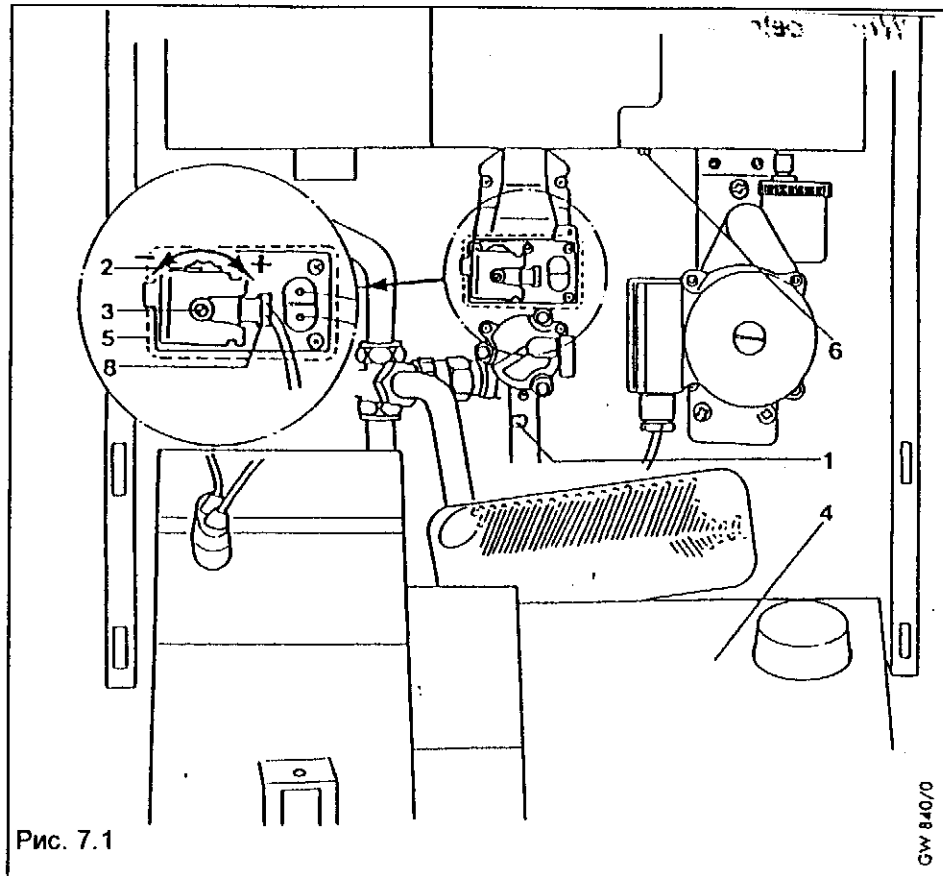

Рис. 7.1
- вывинтить уплотнительный винт в патрубке для измерения подсоединяемого давления (1, рис. 7.1).
- отпустить уплотнительный винт патрубка для измерения давления на соплах (6, рис. 7.1), но не вынимать полностью.
Указание: Регулировочный шпиндель (2, рис. 7.1) для наибольшей тепловой нагрузки и регулировочная ручка (3, рис. 7.1) для
При вращении регулировочного шпинделя (2, рис. 7.1) влево (давление на соплах уменьшается) установка наименьшей теп-
- Вывинтить уплотнительный винт в патрубке для измерения подсоединяемого давления (1, рис. 7.1).
- отвинтить защитный кожух (5, рис. 7.1) и снять его.
- регулировочным шпинделем (2, рис. 7.1) установить давление на соплах для наибольшей тепловой нагрузки. Поворот влево: давление на соплах **уменьшается** - поступает меньше газа; Поворот вправо: давление на соплах **увеличивается** - поступает больше газа.
- Снять штепсельный контакт (8). При снятии штепсельного контакта (8) подъемного электромагнита горелка - в зависимости от состояния модуляции - может отключиться примерно на 10 секунд, прежде чем она снова заработает со стартовым количеством газа.